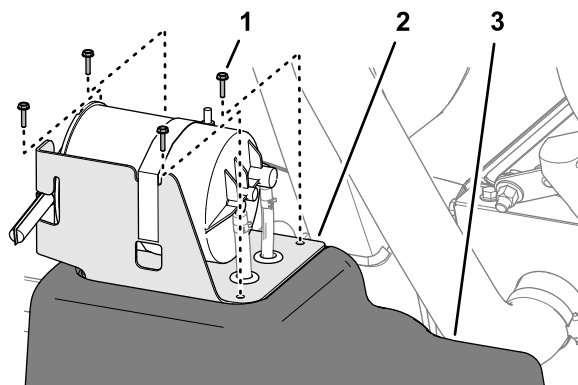

図 92
- カーボンキャニスタ用ブラケットの穴を燃料タンクの穴にあわせる 図 92。
- ブラケットをタンクに組み付ける 図 92 ねじ#10 x $\frac{3}{4}$ " 4 個を使用する。